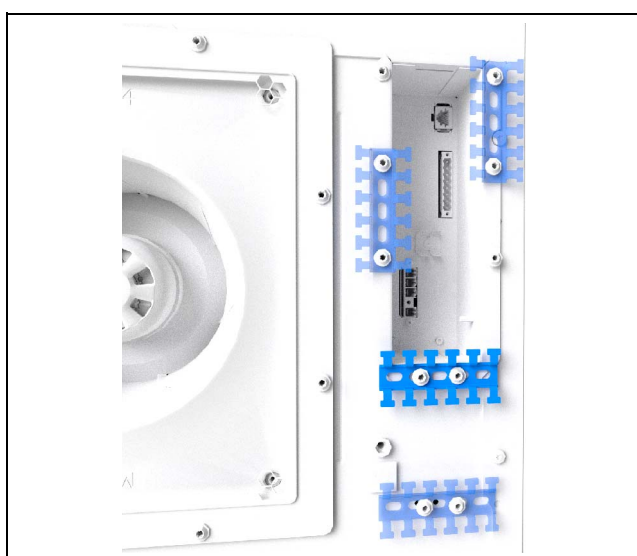

Fig. 19 : montage du rail en T (exemple de représentation)
– Le blindage du câble peut être raccordé au rail en T (fig. 19).